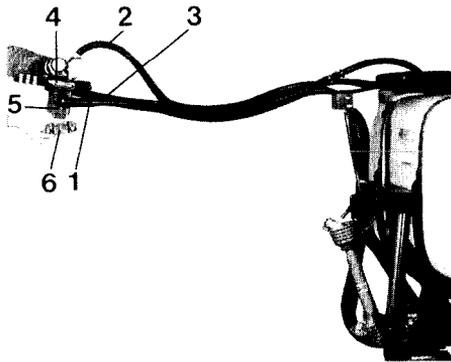

Fig. 16
1. Schlauch – Pumpe – Regler (Fig. 16/1) (für Normalschlepper: 1500 mm, für Systemschlepper: 2500 mm).
2. Rücklaufschlauch (Fig. 16/2) (für Normalschlepper: 1500 mm, für Systemschlepper: 2500 mm).
3. Schläuche – Regler – Gestänge (Fig. 16/3) (für Normalschlepper: 1500 mm, für Systemschlepper: 2500 mm).
Zur Verlegung sind zunächst die serienmäßigen Schläuche vom Regler abzunehmen. Anschließend ist der Regler abzuschrauben. Die gelieferten Verlängerungsschläuche werden einerseits mit den maschinenseitigen Schläuchen und andererseits mit dem Regler verbunden. Der Regler (Fig. 16/4) wird mit dem Einsteckhalter (Fig. 16/5) verschraubt. Die Einstecktasche (Fig. 16/6) zur Aufnahme des Einsteckhalters (Fig. 16/5) wird an einer geeigneten Stelle am Schlepper angebracht.